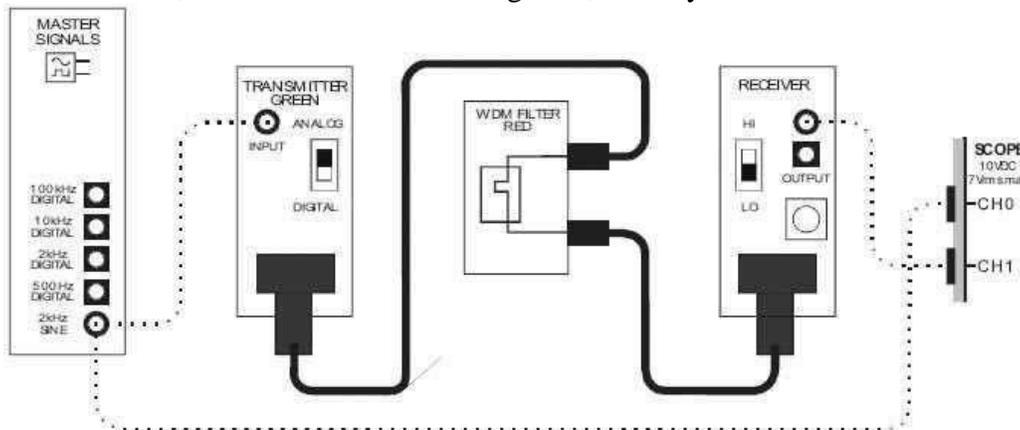

Figura 6
15. Cambiar el circuito, como se muestra en la Figura 6, sustituyendo el filtro WDM verde por rojo.